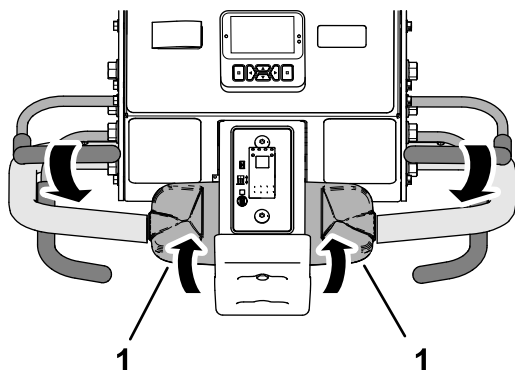

図 90
3. オペレータベイルを握り込んだまま、走行コントロールの上部を後方に回転させる 図 90。